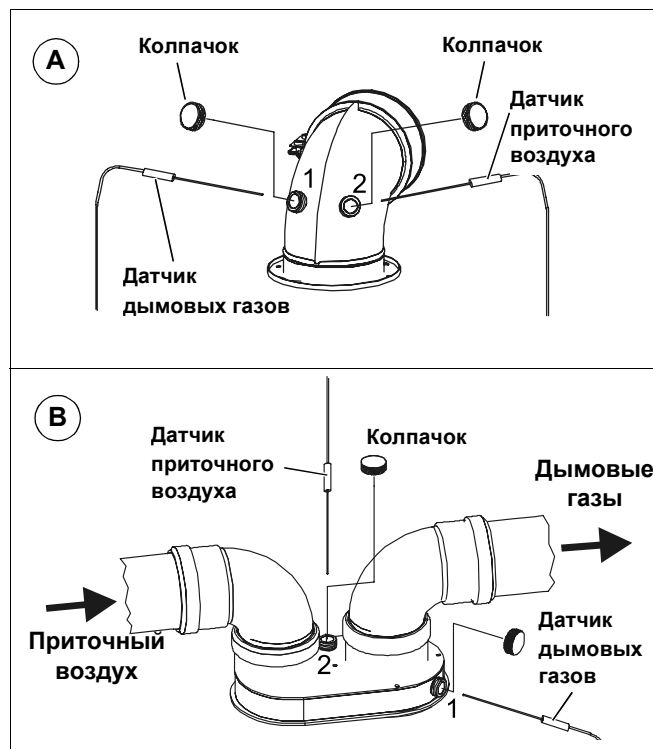

Рис. 27 Определение потерь с дымовыми газами (размеры в мм)
- Измерить в отверстии 2 (рис. 27, поз. А) температуру приточного воздуха (в °С)
- Измерить температуру дымовых газов (в °С) и содержание CO2 или O2 (в %) в отверстии 1 (рис. 27, поз. А)
- Измерить в отверстии 2 (рис. 27, поз. В) температуру приточного воздуха (в °С).
- Измерить температуру дымовых газов (в °С) и содержание CO2 или O2 (в %) в отверстии 1 (рис. 27, поз. В).